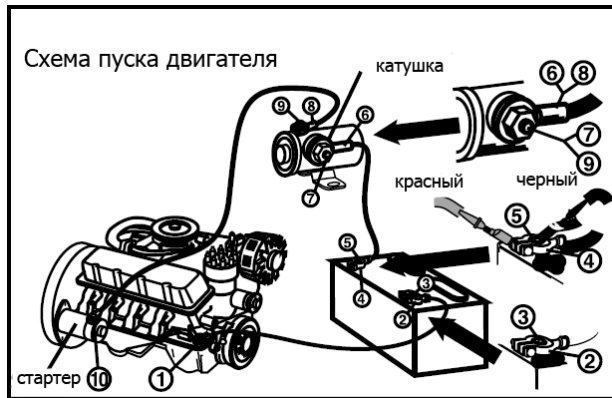

Рис. 12
3. Сверьтесь с типичной электрической схемой пуска двигателя (см. рис. 12) Проверьте напряжение между следующими парами точек: 1 и 2, 2 и 3, 4 и 5, 5 и 6, 6 и 7, 7 и 8, 8 и 9, 8 и 10